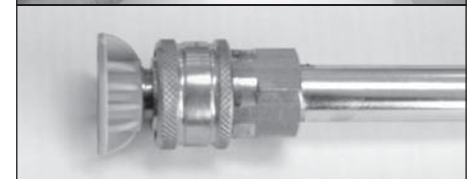

Figura 8 - Instalación de la boquilla de conexión rápida
6. Instale la boquilla de conexión rápida halando hacia atrás el anillo retráctil y presione la boquilla hacia adentro. Suelte el anillo, asegúrese de que vuelva por completo a su posición hacia adelante y que la boquilla quede firmemente insertada (vea la Figura 8).